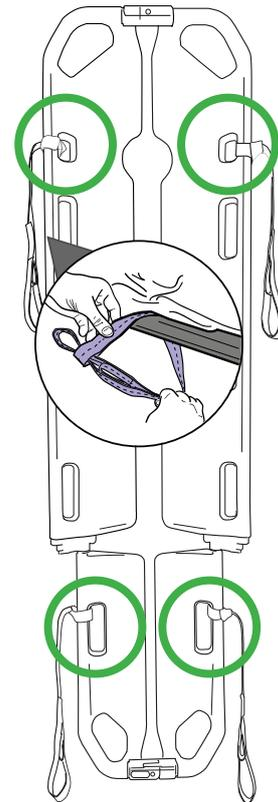

Fig. 3
- 3) Accertarsi che le CINGHIE DI ATTACCO A DOPPIO ANELLO siano state installate nei punti corretti. Se le quattro cinghie non sono ancora state attaccate alla barella *Ferno Scoop EXL Stretcher*, procedere all'attacco nei punti precisi e nel modo corretto come mostrato nella Fig. 3.